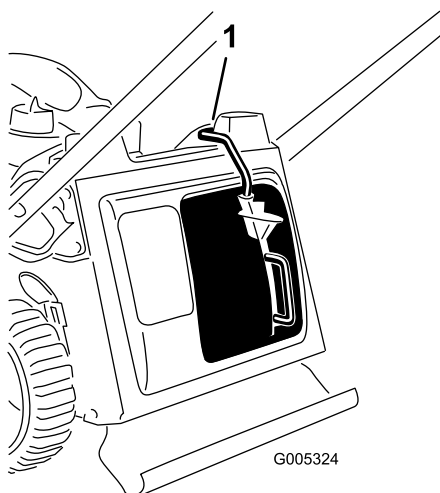

Figura 30
**Importante:** El cortacésped tiene un interruptor de seguridad que impide que usted arranque el cortacésped a menos que primero instale firmemente el tapón de mulching en el cortacésped (Figura 30).
Instale el tapón de mulching según lo indicado en Figura 30.